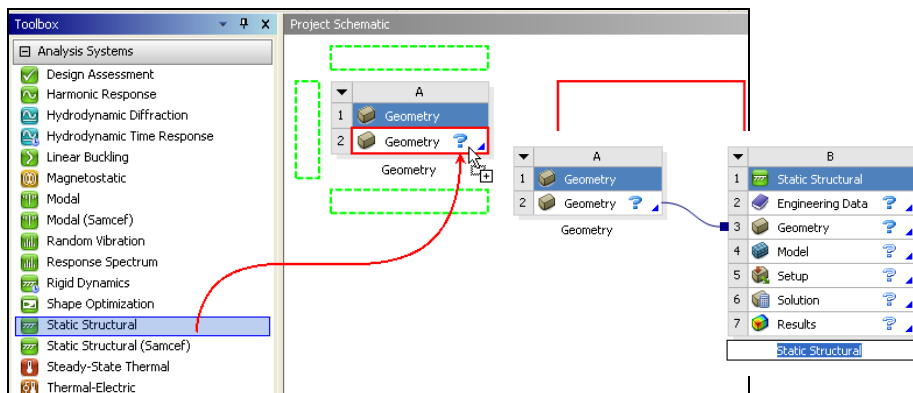

图 1-26 创建分析项目
- 步骤 03** 在工具箱中的 Analysis Systems→Static Structural 上按住鼠标左键拖曳到项目管理区中，当项目 A 的 Geometry 呈红色高亮显示时，放开鼠标创建项目 B，此时相关联的数据可共享，如图 1-26 所示。